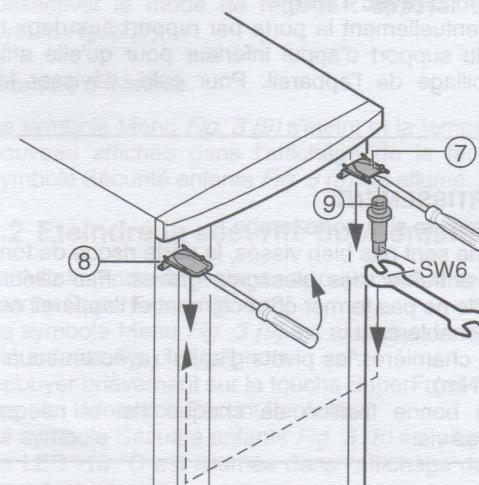

Fig. 6
- ▶ Faire décliquer le cache Fig. 6 (7) en haut et le cache Fig. 6 (8) avec un tournevis devant et l'enlever diagonalement vers le bas.
- ▶ Dévisser le pivot d'appui Fig. 6 (9) et le visser du côté opposé (**avec 4 Nm**).
- ▶ Remonter le cache Fig. 6 (7) du côté du pivot d'appui : l'insérer par l'arrière et l'encliquer sur l'avant.
- Monter le cache Fig. 6 (8) sur le côté opposé: l'insérer par l'arrière et l'encliquer sur l'avant.
► Accrocher la porte dans le pivot d'appui Fig. 6 (9) supérieur.